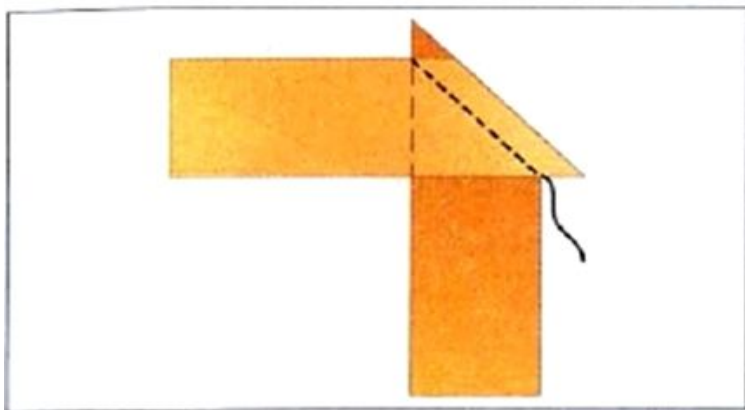

Рис. 46. Наложение косых беек под прямым углом при стачивании
- совместить срезы и стачать по долевой нити швом шириной 3-5 мм (рис. 46);